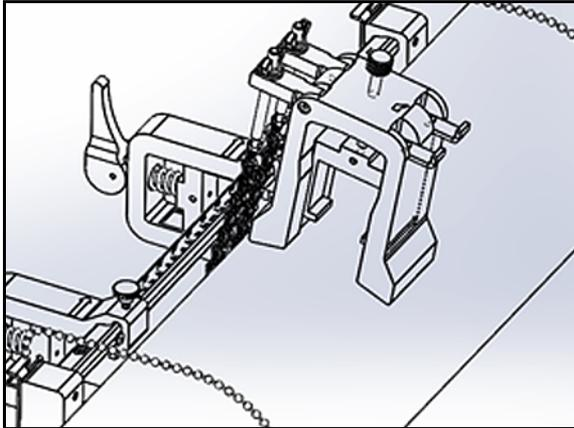

Figure 26 : positionnement de l'étrier sur la partie supérieure du tuyau
- Placez l'étrier sur la partie supérieure du tuyau (voir la *Figure 26* ci-dessous). Si l'espacement requis entre les transducteurs est  $< 305 \text{ mm} / 12 \text{ po}$ , vous devez placer la chaîne de l'étrier à l'intérieur de la pince de fixation, comme illustré.